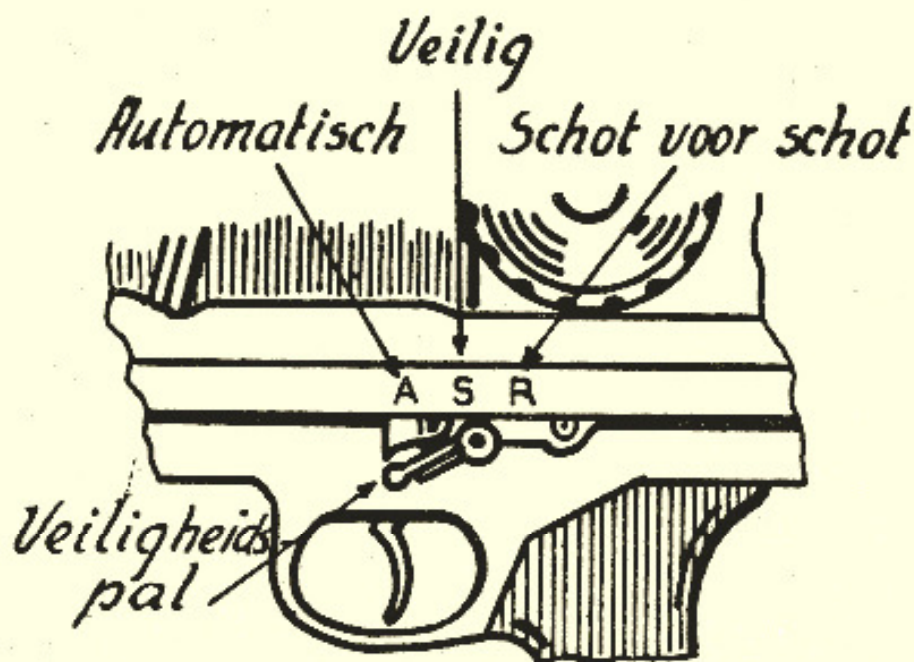

fig. 20.
Men kan vuren "schot voor schot" (R) of "automatisch" (A). Voor het eerste geval moet de veiligheidspal naar achteren gedraaid worden, in het tweede geval naar voren (fig. 20). Wanneer "automatisch" gevuurd wordt, worden bij voorkeur vuurstooten van 3 à 4 patronen afgegeven.